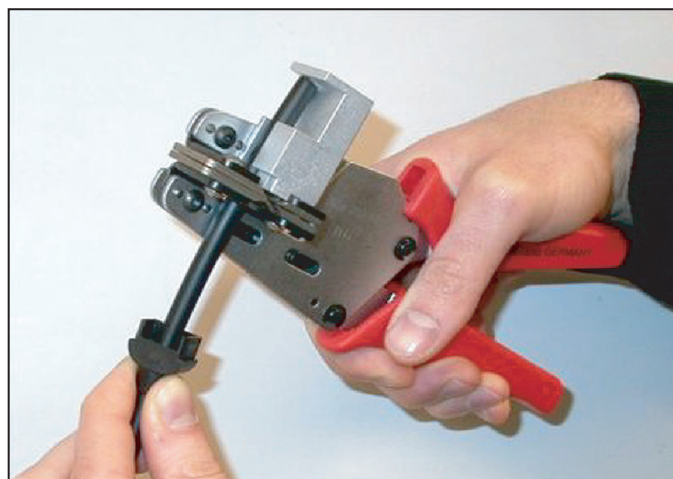

рисунок 45.7: Зачистка кабеля
- 5 Зачистите внешнюю оболочку кабеля, используя инструмент для зачистки проводов (инструмент 5), упирая кабель в ограничитель (см. рисунок 45.7).